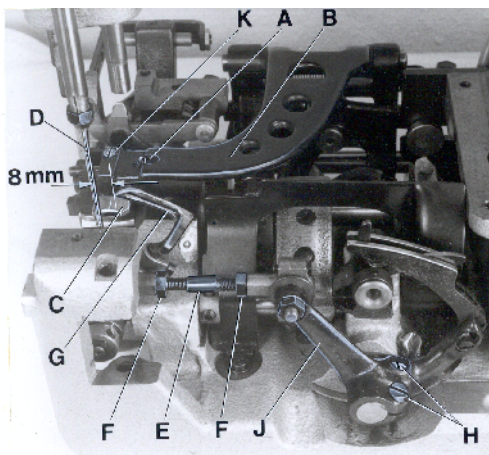
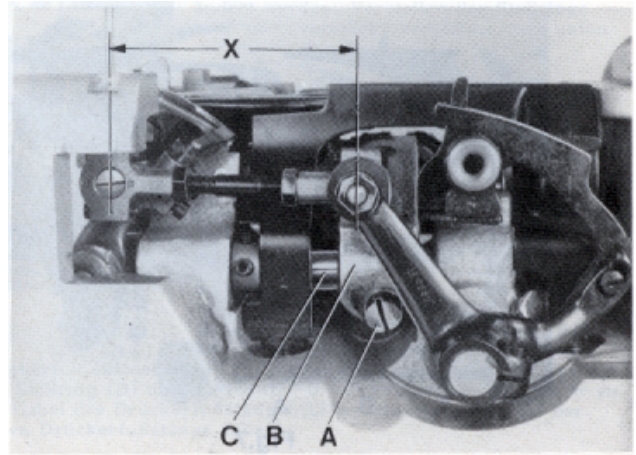
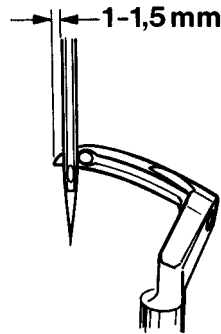
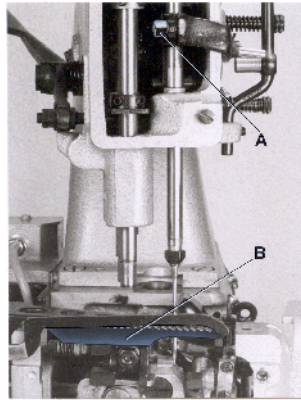

Fig. 3
Fig. 4
Fig. 5
Fig. 6
Remove the presser foot, throat plate and feed dog and on styles 80800TL, TAL, U, UA, UL and UAL also the needle guard for convenient access to the machine. On styles 80800R, RL, S and SL loosen the screw (A, Fig. 3) in the feed bar (B) and push the feed bar needle guard (C) to the rear to avoid its contacting the needle (D).
For the two thread double locked stitch styles 80800R, RL, TL, TAL, U, UA, UL and UAL, set the looper connecting rod (E) so the distance (X, Fig. 4) between the center lines of the two ball joints is 69,8 mm (2 3/4"). The dimension (X, Fig. 4) should be 68,3 mm (2 11/16) on the single thread chain stitch styles 80800S and SL. For adjustment loosen the two nuts (F, Fig. 3) and turn connecting rod (E) forward or backward as required to obtain specified dimension, retighten nuts (F).
Rotate the machine pulley in operating direction so that the looper moves from right to left. The looper point should pass as close as possible to the back of the needle without contacting 0.08 to 0.13 mm (.003 to .005") clearance. For adjustment loosen screws (A, Fig. 4) in the looper eccentric fork (B) and turn looper rocker shaft (C) on the looper rocker forward or backward as required. Retighten screw (A).
Zur bequemer Einstellung entfernen Sie Drückerfuß, Stichplatte und Transporteur und bei den Maschinen 80800TL, TAL, U, UA, UL und UAL auch den Nadelanschlag. Lösen Sie bei den Maschinen 80800R, RL, S und SL die Schraube (A, Fig. 3) im Transporteurträger (B) und drücken Sie den Nadelanschlag nach hinten, damit er die Nadel (D) nicht berühren kann.
Bei den Zweifaden-Doppelkettenstichmaschinen Typen 80800R, RL, TL, TAL, U, UA, UL und UAL muß die Greiferverbindungsstange (E) so eingestellt sein, daß der Abstand (X, Fig. 4) von der Mitte zu Mitte Kugelgelenk 69,8 mm beträgt. Bei den Einfaden-Einfachkettenstichmaschinen Typen 80800S und SL beträgt der Abstand (X, Fig. 4) 68,3 mm. Zum Einstellen lösen Sie die beiden Muttern (F, Fig. 3) und drehen die Verbindungsstange (E) vor oder zurück bis der erforderliche Abstand erreicht ist. Ziehen Sie die Muttern (F) wieder an.
Drehen Sie die Riemenscheibe in Nährichtung so, daß sich der Greifer von rechts nach links bewegt. Die Greiferspitze soll so dicht wie möglich hinter der Nadel vorbeigehen, ohne diese zu berühren (0,08 bis 0,13 mm Abstand). Zur Einstellung lösen Sie die Schraube (A, Fig. 4) in der Greiferexzentergabel (B) und schwenken die Greiferhebelwelle (C) am Greiferhebel mit Greifer nach Bedarf vor oder zurück. Ziehen Sie die Schraube (A) wieder an.
Remove the face cover on machine arm. Rotate machine pulley in operating direction until the looper point, moving to the left, projects 1 to 1.5 mm (.040" to .060") left of the needle (see Fig. 5). Lower edge of looper and upper edge of needle eye must be flush in this position. If adjustment is necessary, loosen clamp screw (A, Fig. 6) in the needle bar connection and move the needle bar up or down, as required. Retighten screw (A) and remount face cover.
At highest point of feed dog travel, the feed dog (B, Fig. 6) should be set so, that the rear teeth project their full depth above the throat plate surface. For setting remove the feed dog and adjust the supporting screw (K, Fig. 3) on the top of the feed bar to the required height. Remount the feed dog, and on styles 80800TL, TAL, U, UA, UL and UAL also the needle guard.
The needle guard (C, Fig. 3) has to be set so, that it just contacts the needle at its most forward point of travel, without deflecting it.
On styles 80800R, RL, S and SL loosen screw (A, Fig. 3) in the feed bar (B) and adjust the needle guard (C) accordingly. Retighten screw (A).
Entfernen Sie den Stirndeckel am Maschinenarm. Drehen Sie die Riemenscheibe in Nährichtung bis die sich nach links bewegende Greiferspitze 1 bis 1,5 mm links der Nadel steht (siehe Fig. 5). In dieser Stellung müssen Unterkante Greifer und Oberkante Nadelöhr bündig sein. Ist eine Einstellung notwendig, lösen Sie die Klemmschraube (A, Fig. 6) im Nadelstangenmitnehmer und schieben die Nadelstange (B), je nach Bedarf, nach oben oder unten. Ziehen Sie die Schraube (A) wieder an und montieren Sie den Stirndeckel.
Im höchsten Punkt der Transporteurbewegung sollen die hinteren Zähne des Transporteurs (B, Fig. 6) eine volle Zahnhöhe über die Stichplattenoberfläche hinausragen. Zur Einstellung entfernen Sie den Transporteur und stellen die Stützschraube (K, Fig. 3) oben im Transporteurträger auf die entsprechende Höhe. Montieren Sie den Transporteur wieder, bei den Maschinen 80800TL, TAL, U, UA, UL und UAL auch den Nadelanschlag.
Der Nadelanschlag (C, Fig. 3) muß so eingestellt sein, daß er in der vordersten Stellung seiner Bewegung gerade die Nadel berührt, aber nicht ablenkt.
Zur Einstellung lösen Sie bei den Maschinen 80800R, RL, S und SL die Schraube (A, Fig. 3) im Transporteurträger (B), und stellen den Nadelanschlag (C) entsprechend ein. Ziehen Sie die Schraube (A) wieder an.